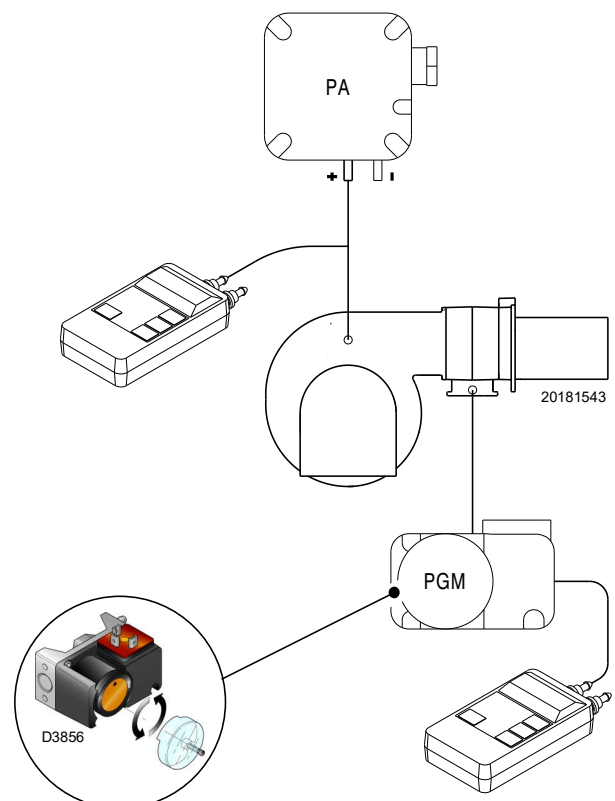

Fig. 30
- Regular el presostato gas de máxima (Fig. 30 en la pág. 33) al final de la escala.
Después de haber efectuado todas las demás regulaciones del quemador, con el presostato gas de máxima regulado al final de la escala, efectuar la regulación del presostato gas de máxima, (Fig. 30).